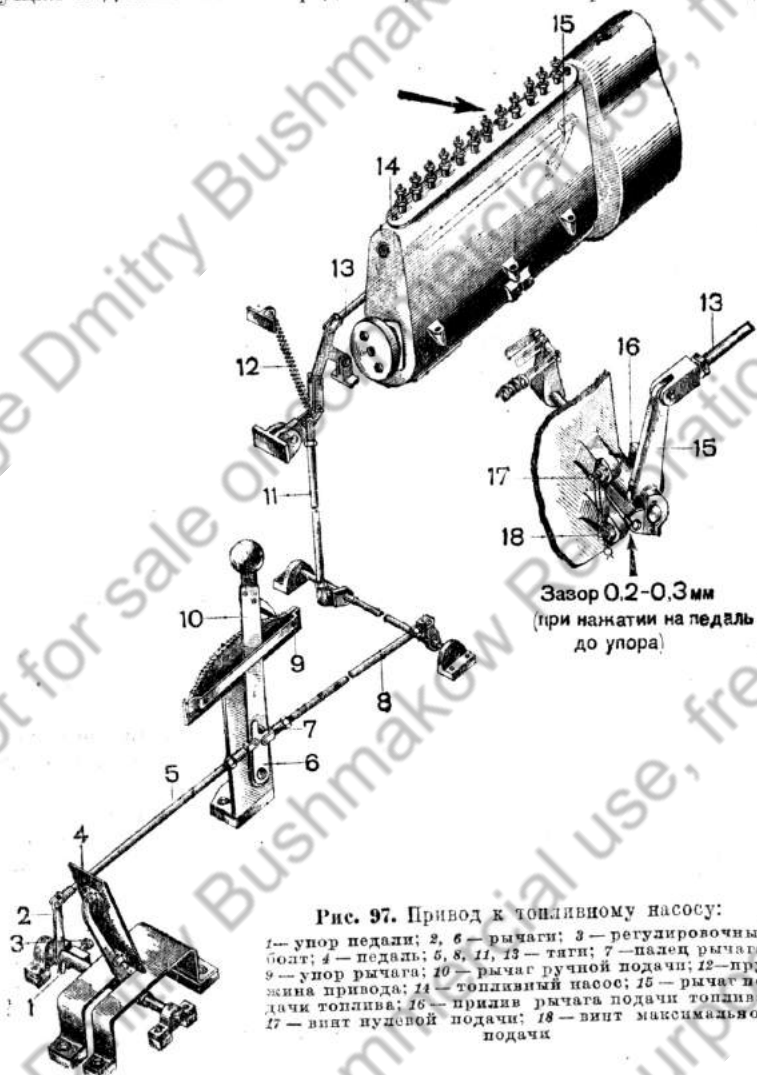

Рис. 97. Привод к топливному насосу:
Привод предназначен для изменения количества подаваемого в цилиндры мотора топлива. Он состоит из ножной педали 4 (рис. 97), рычага ручной подачи 10, пружины 12, тяг 5, 8, 11 и 13, системы рычагов и переводных валиков.
1. Отрегулировать длину тяги 8 (рис. 97) так, чтобы между рычагом ручной подачи 10 и упором 9 был зазор 4—6 мм и чтобы прилив 16 рычага 15 упирался в верхний винт 17 на корпусе регулятора насоса.